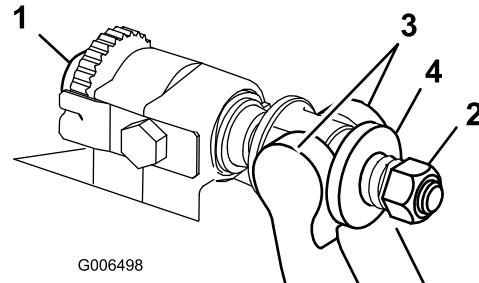

図 24
1. ベッドバー調整ねじを左に回してベッドナイフとリールの接触をなくす 図 24。
2. スプリングテンション・ナットをゆるめて、ワッシャがベッドバーを全く押さないようする 図 24。